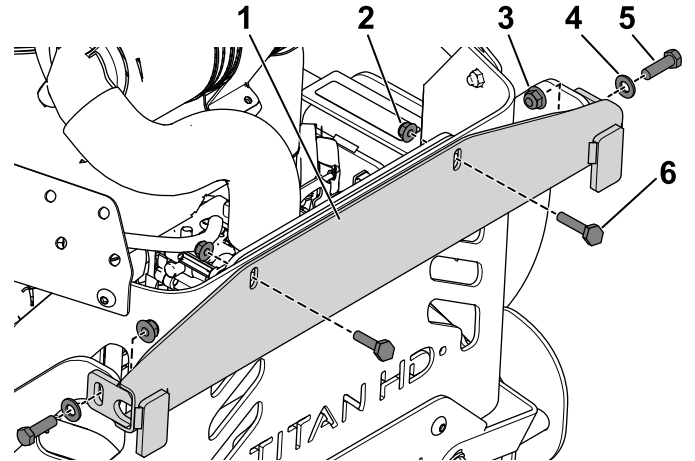

Figure 16
1. Serrez légèrement les 2 boulons (3/8" x 1¼"), rondelles et écrous à embase pour fixer le renfort transversal sur la patte de support (Figure 16).
2. Serrez légèrement le boulon (5/16" x 1¼") et l'écrou à embase (5/16") pour fixer le renfort transversal à la protection arrière (Figure 16).